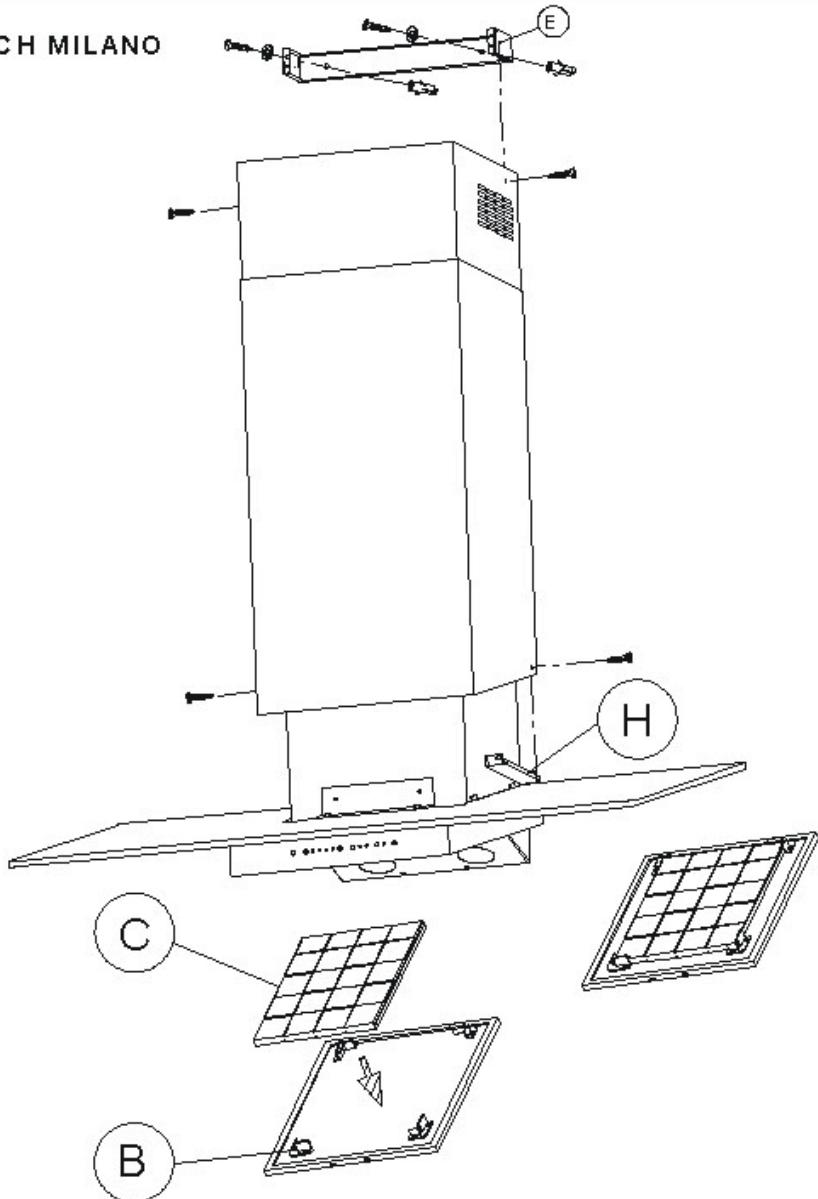

Fig. 3
- 5) Inserire il filtro "C" tramite i pomelli "B" Fig.3
### MONTAGGIO CAMINO FIG.3
- 5) Setzen Sie den Filter „C“ mittels der Knäufe „B“ Abbildung 3 entsprechend ein.
### MONTAGE DES SCHACHTES GEMÄSS ABB. 3